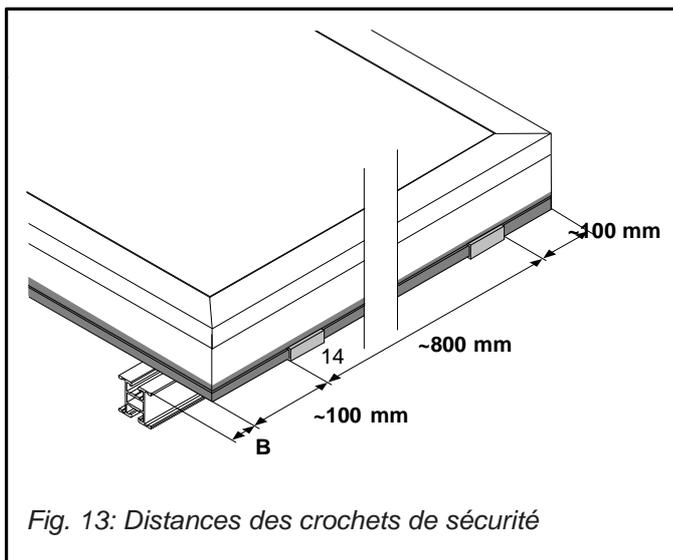

Fig. 13: Distances des crochets de sécurité
- Distance entre les extrémités du profilé et du capteur :  $B = 35$  mm (Fig. 13)